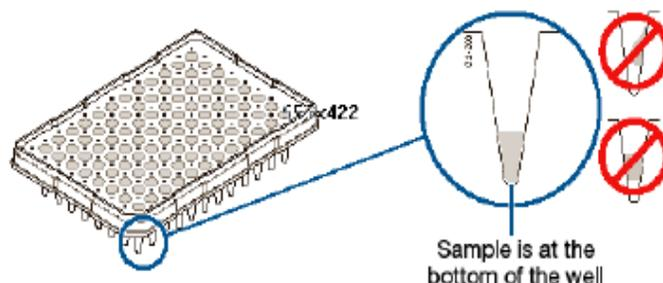

Figura 26. Disposición correcta de los estándares en los pozos de la placa.
7.12.5 Verifique que cada muestra esta correctamente dispuesta en el fondo de cada pozo (ver figura 26).